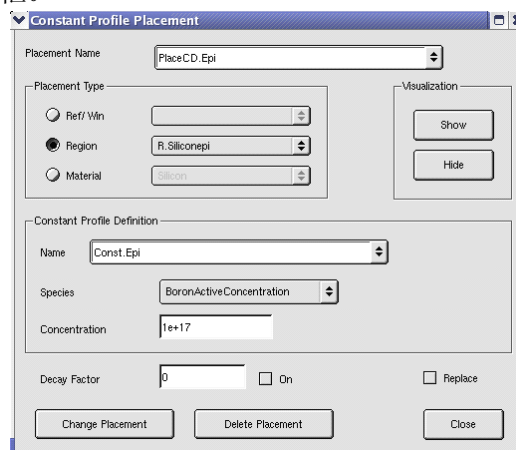

图 2
1、Device->Constant Profile Placement, 弹出图 2 的对话框。